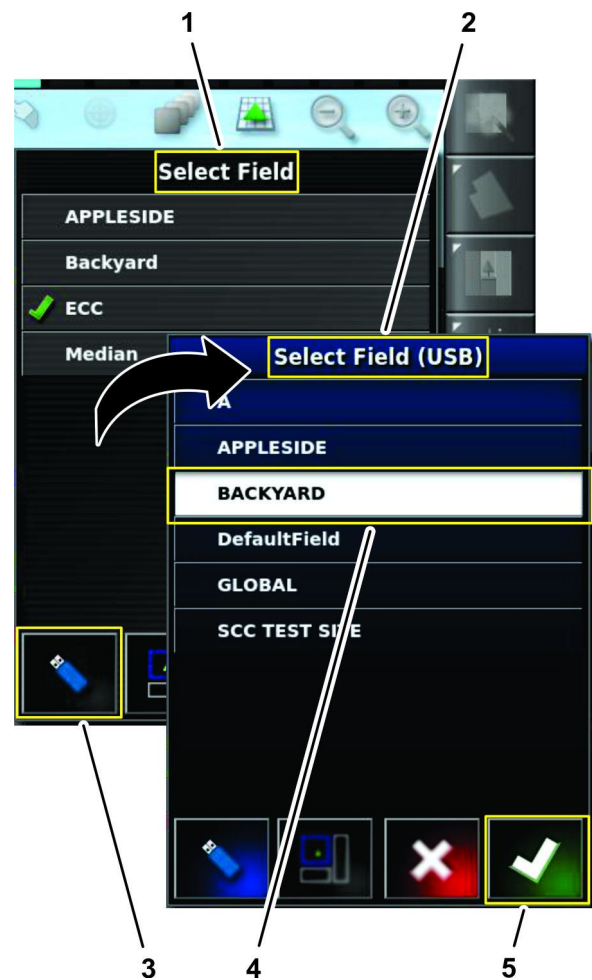

图 36
- 1. 在选择场地列表中按“开关”图标图 36。
- 2. 在选择场地字段按将要喷洒场地的场地图标然后按确认图标图 36。